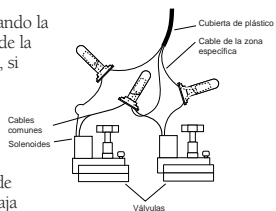

Ilustración 2
2. Cada válvula tiene dos cables, uno de los cuales se debe conectar como el común. Todos los cables comunes para todas las válvulas se deben conectar juntos a un cable común que vaya al programador. El otro cable de la válvula se debe conectar al cable de la zona específica controlada por esa válvula (vea la ilustración 2).